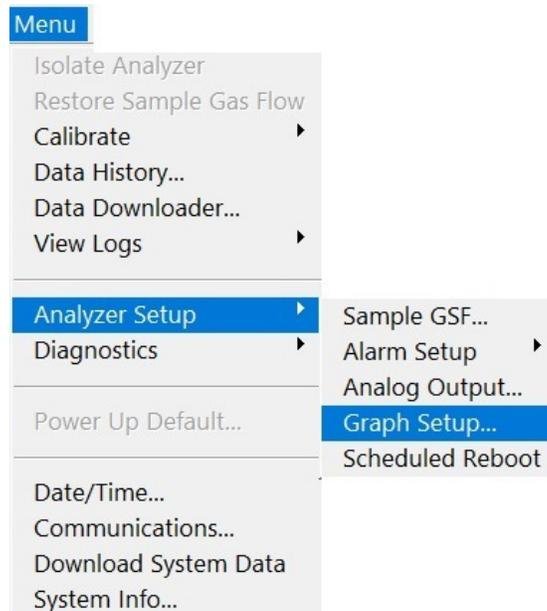
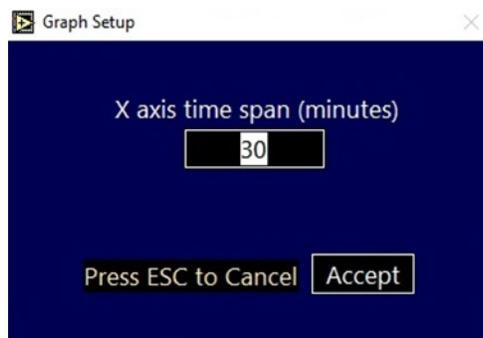

图 62: 图形设置菜单
图 63：图形设置屏幕
**图形设置菜单选择**如下文图 62 中所示。利用此菜单选择，可访问图 63 中显示的**图形设置**屏幕。